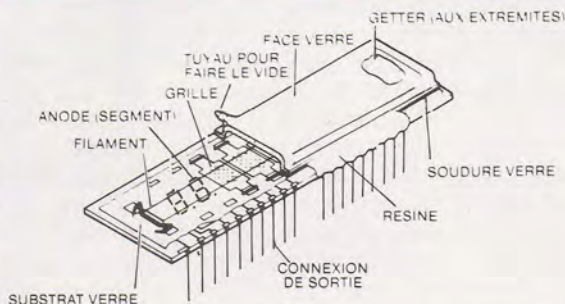

Fig. 2 : Organisation technologique d'un afficheur fluorescent.
Fig. 2 : Utilisation en branchement inversé (B) du primaire à prise écran du transformateur de sortie Millerioux AH 50B. On obtient ainsi une prise écran à 33 %, ce qui, dans le mode ultra-linéaire, produit une contre-réaction d'écran à taux modéré.
rait sur le primaire et par rapport à l'entrée H.T. de l'enroulement, à environ 66,6 %, ce qui est un peu trop. La figure 2 montre qu'il est possible d'effectuer un branchement inversé du primaire. Ce qui consiste à laisser l'écran relié sur la prise $2,3 \text{ k}\Omega$, de relier la H.T. au point $3,5 \text{ k}\Omega$ et la plaque du tube à l'entrée 0 de l'enroulement primaire. Dans ce cas le secondaire 0-8 Ω se trouve également inversé, le 0 devenant 8 Ω et le 8 Ω le 0. Signalons toutefois que les constructeurs ne respectent pas toujours les polarités du secondaire par rapport au primaire. C'est en fait en appliquant la boucle de contre-réaction que l'on pourra vérifier la polarité du secondaire, un accrochage au moment du branchement de la C.R. indiquant que les polarités du secondaire doivent être inversées.